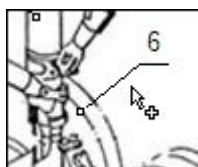

Рис. 3.128
- Подведите курсор к линии выноски так, чтобы он принял вид стрелки со знаком «+» (Рис. 3.128).